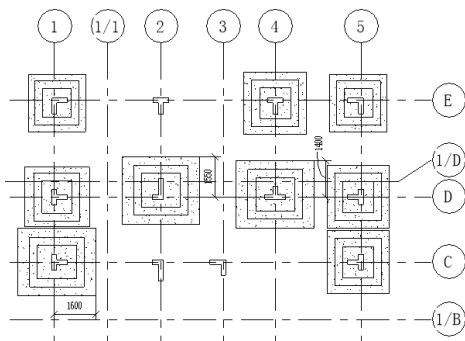

图 10-43 布置“独立基础—三阶 3000×2600mm”
(11) 将“独立基础—三阶 3000×2600mm”布置在如图 10-43 所示的柱下端并按图中尺寸调整位置。